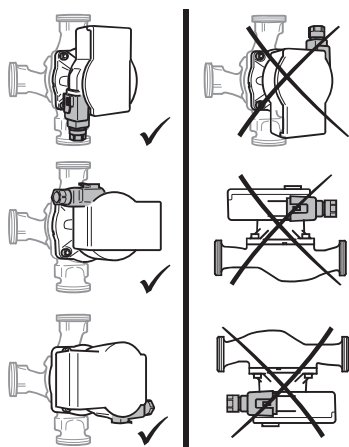

Fig. 2: Paigaldusasendid
- Paigalduskoht tuleb valida vastavalt lubatud paigaldusasendile (Fig. 2).
- Jälgige lubatud paigaldusasendit (Fig. 2) ja suunanoolt pumbakorpusel (1).
- Keerake 4 korpuse kruvi (5) kinni.